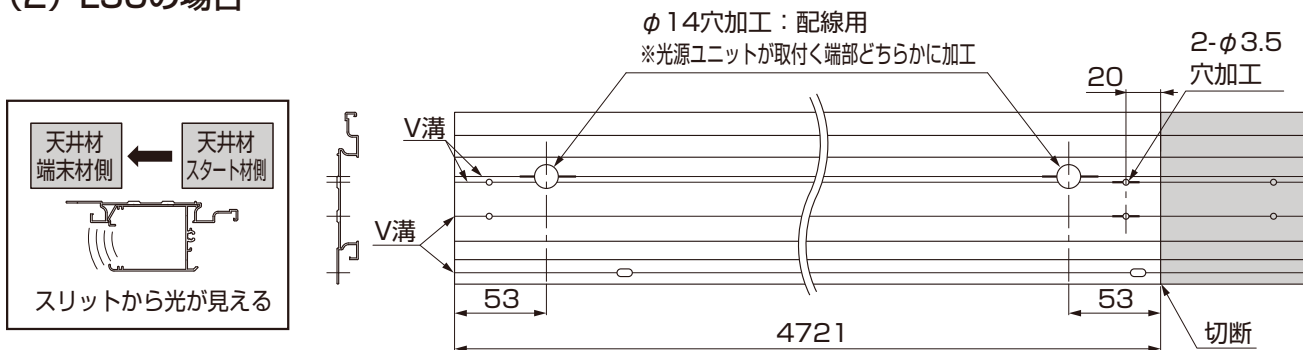
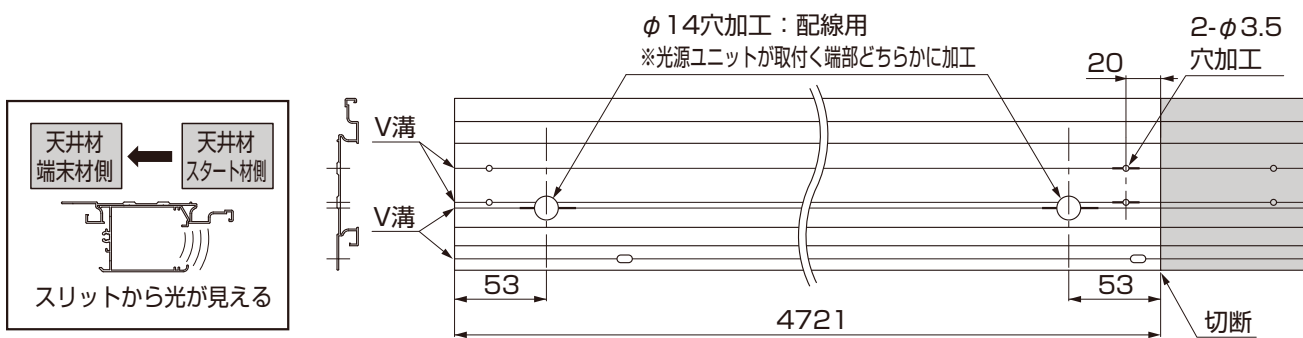

図1-4 スリットの向き(照射方向)：左照射
図1-5 スリットの向き(照射方向)：右照射
①スリット照明取付枠(天井材用)を加工してください。(図1-4、図1-5参照)
- 天井材貼付けパターンCの場合、左右対称加工となります。右照射は図1-4、左照射は図1-5を参照してください。